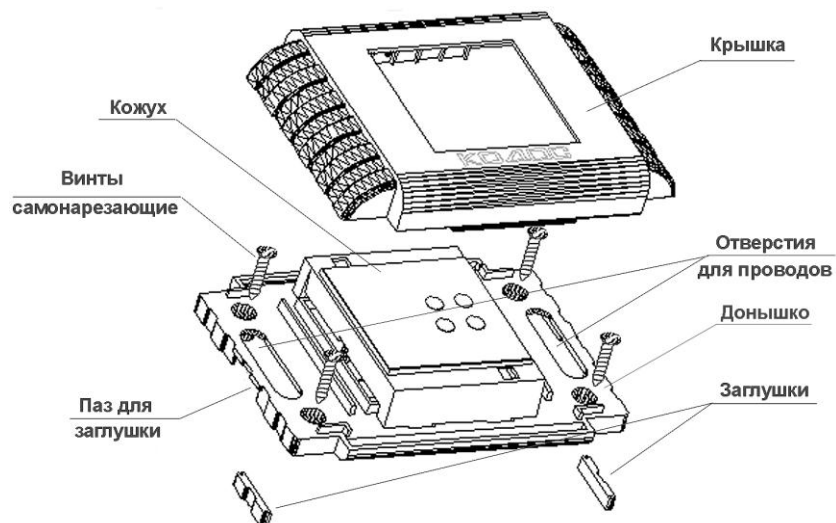

Рисунок 8 – Монтаж сетевого контроллера
- а) снять с сетевого контроллера крышку (см. рисунок 8);
- д) в случае, если провода подходят сбоку корпуса сетевого контроллера (например, из короба или гофрированного шланга), снять заглушки (рисунок 8);
вода проложены в коробе) (см. рисунок 8), протянуть провода к кожуху сетевого контроллера;